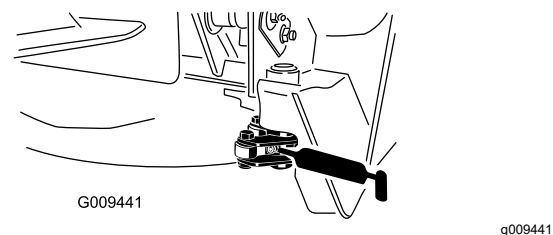

Figura 49
- Pivotes de enganche (2) (Figura 49)